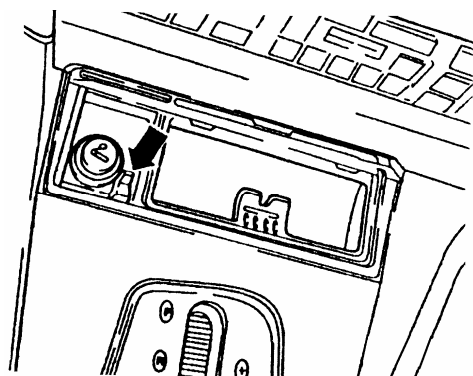

图 13-79 拆卸烟灰缸
(2) 进行排气，一直排到制动液流出时无气泡和泡沫为止。拧上排气螺栓，连接 V.A.G1551 并选择地址码。
(3) 如图 13-79 所示，松开烟灰缸，将其中从中央副仪表板上取下。